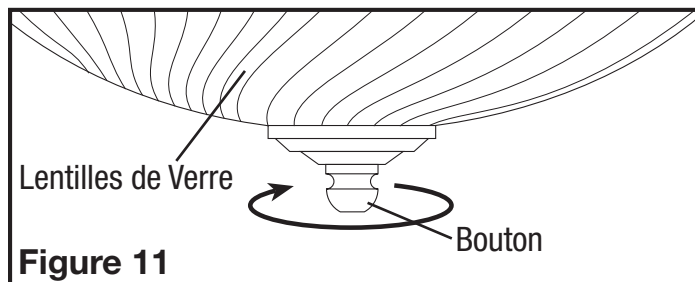

Figure 11
2. Enlever les lentilles de verre de la grille en dévissant le bouton au haut des lentilles (Figure 11).
- Remplacement de l'ampoule:** déconnecter l'alimentation de l'unité. Enlever les lentilles en verre de la grille en dévissant le bouton au haut des lentilles (Figure 11). Remplacer l'ampoule (les ampoules) avec une (des) ampoule(s) incandescente(s) à culot moyen de type A19 de 60 watts au maximum.